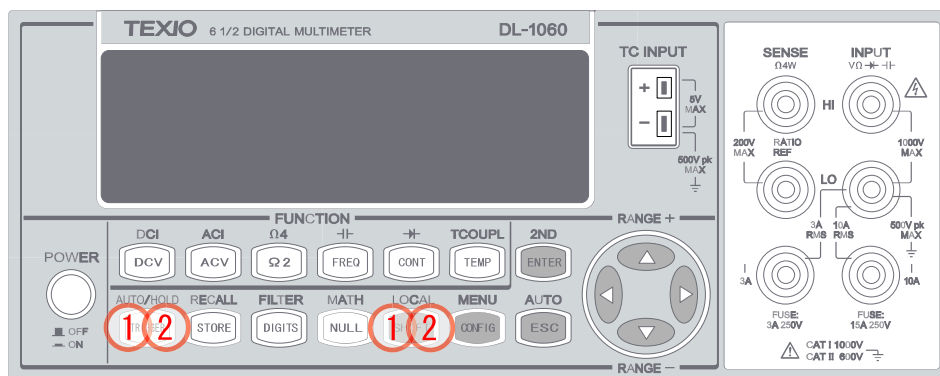

図 3-34
- ① HOLD (SHIFT+TRIGGER) ボタンを押します。ホールド機能が起動するとディスプレイに "HOLD" が点灯します。
- ② ホールド機能を終了する時は再び HOLD (SHIFT+TRIGGER) ボタンを押します。
- 使用するボタンを図 3-34 に示します。